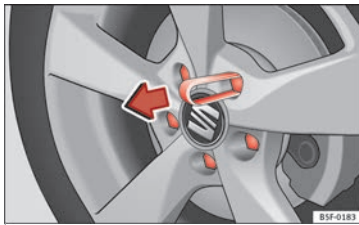

Fig. 60 Retirar la tapa del tornillo de la rueda.
- Encaje la pinza de plástico (herramienta de a bordo) sobre el capuchón hasta que encastre »» fig. 60.